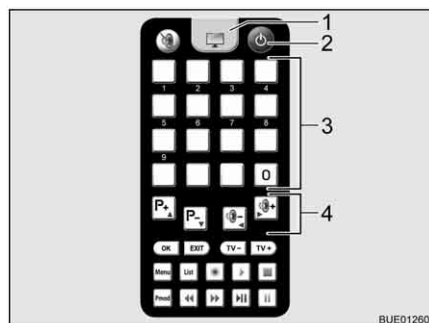

Fig. 23 Télécommande téléviseur
- Appuyer sur la touche "⌚" (Fig. 23,2) sur la télécommande du téléviseur.
- Appuyer sur la touche de la télécommande du téléviseur (Fig. 23,1) pour passer sur réception sur le téléviseur. La tonalité disparaît. Une image apparaît à l'écran.
- Choisir la station désirée au moyen des touches de mémoire (Fig. 23,3) de la télécommande du téléviseur ou des touches de fonction (Fig. 23,4).